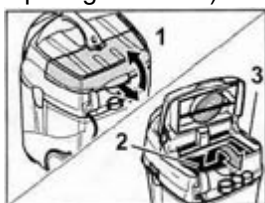

Fig. 13
- Abrir la cubierta del filtro (1, Fig. 13).
- Cambiar el filtro plano plegable (2) respectivamente el filtro de evacuación del aire (3).